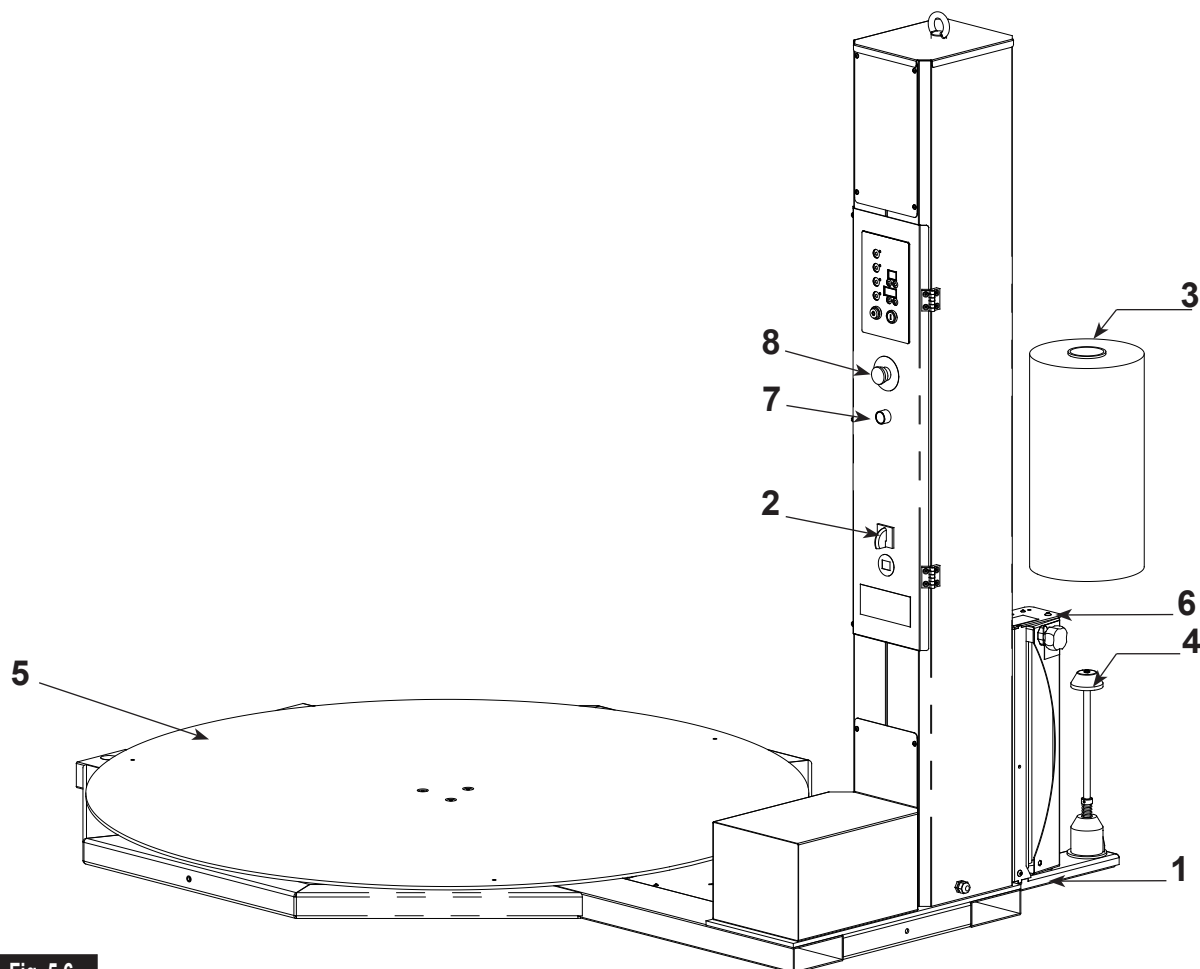

Fig. 5.6
La procedura che segue è di carattere generale (vedi Fig. 5.6).
- Posizionare correttamente il pallet sulla tavola rotante **(5)** (vedi Fig. 5.6);
La procédure qui suit présente un caractère général (Fig. 5.6).
- Positionner convenablement la palette sur le plateau tournant **(5)** (Fig. 5.6);
A fine lavorazione, per periodi anche brevi di inoperatività è obbligatorio portare la macchina in condizioni di sicurezza (vedi Fig. 5.6).
- a) abbassare fino a terra il carrello (1),
- b) spegnere la macchina ruotando l'interruttore generale di rete (2) in posizione 'O'-OFF.
La macchina è dotata di pulsante di emergenza a fungo (8) (Fig. 5.6). Premendo il pulsante a fungo si ottiene l'immediato arresto della macchina. Per riavviare la macchina occorre ruotare il pulsante a fungo fino a riarmarlo e premere il pulsante blu per riattivare il pannello di controllo.
Au terme du travail, même pour de courtes périodes d'inactivité, placer la machine en conditions de sécurité (Fig. 5.6):
- a) abaisser jusqu'au sol le chariot (1),
- b) éteindre la machine en amenant l'interrupteur général (2) en position 'O'-OFF.
La machine est dotée d'un bouton-poussoir d'arrêt d'urgence (8) (Fig. 5.6). L'enclenchement du bouton-poussoir provoque l'arrêt immédiat de la machine. Pour redémarrer la machine, réarmer le bouton-poussoir et appuyer sur le bouton-poussoir bleu pour activer de nouveau le tableau de commande.